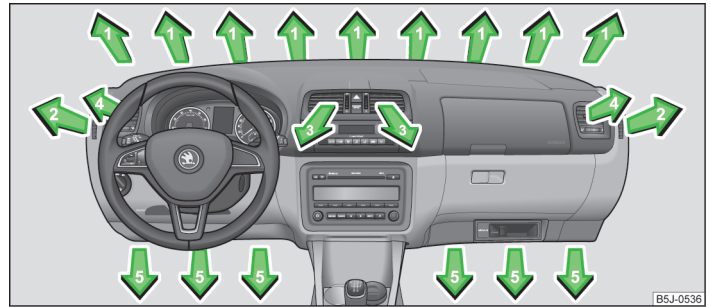

Abb. 77 Luftaustrittsdüsen
Bei den Luftaustrittsdüsen 3 und 4 » Abb. 77 kann die Luftstromrichtung geändert und die Düsen können auch einzeln geschlossen und geöffnet werden.
- Das senkrechte Rad (Luftaustrittsdüsen 3) » Abb. 77 bzw. das waagerechte Rad (Luftaustrittsdüsen 4) in die Stellung  drehen.
› Das senkrechte Rad (Luftaustrittsdüsen 3) » Abb. 77 bzw. das waagerechte Rad (Luftaustrittsdüsen 4) in die Stellung 0 drehen.
- › Die waagerechten Lamellen mithilfe des verschiebbaren Verstellers schwenken, um die Höhe der Luftströmung zu ändern » Abb. 77.
Wir empfehlen Ihnen, die Luftaustrittsdüsen 3 » Abb. 77 auf Seite 80 in allen Betriebsarten geöffnet zu belassen.